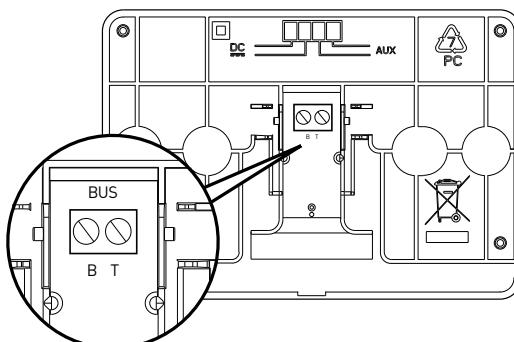

Fig. 1
- alvorens de draden op de basis van de systeeminterface aan te sluiten, het beveiligingslipje van de stekker verschuiven en optillen (fig.1);